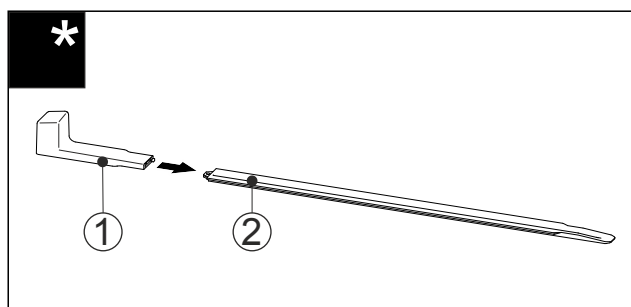

Fig. 59
- ▶ Montážní úchyt Fig. 59 (1) připevněte k nivelační liště Fig. 59 (2).